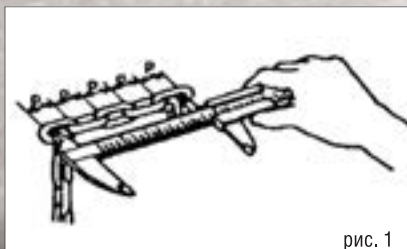

рис. 1
Тщательно осматривайте всю грузоподъемную цепь. Как показано на Рис. 1, с помощью калибра измерьте длину пяти соединенных звеньев. Таким образом проверяйте цепь через каждые три 0,9 м, особенно в тех местах, которые сильно износились. Если цепь сильно деформирована, её необходимо заменить. Никогда не удлиняйте цепь, приваривая вторую часть к оригинальной цепи.
- Если вертикальный угол шейки верхнего или нижнего крюка достигает 10° градусов, крюк необходимо заменить (Рис. 1).